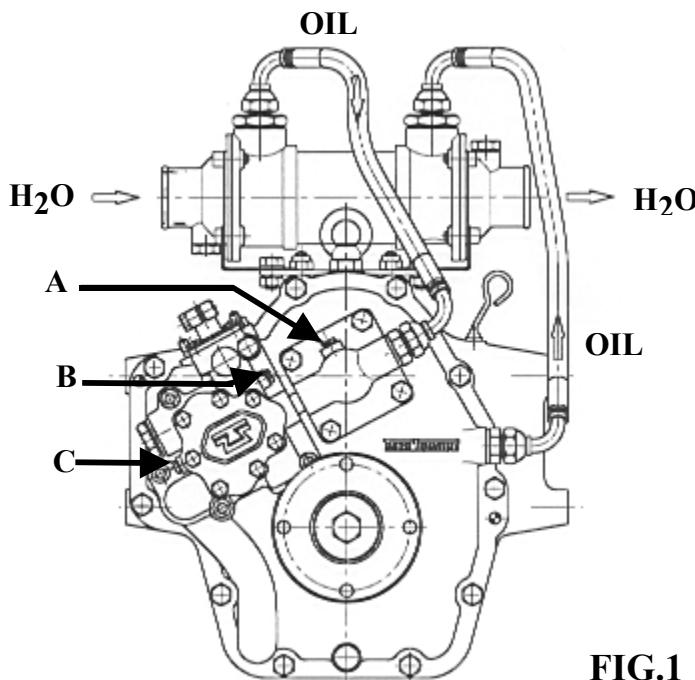

FIG.1
- La presiòn del aceite en los embragues, medida a 1000 revoluciones/minuto del motor con la marcha puesta y una temperatura del aceite de aproximadamente 60°C, tiene que estar comprendida entre 20 y 22 bares. Las conexiones para el manòmetro son de M8x1 y estn colocadas segn indica la fig.1, en las tomas A (marcha adelante) y C (marcha atrs).